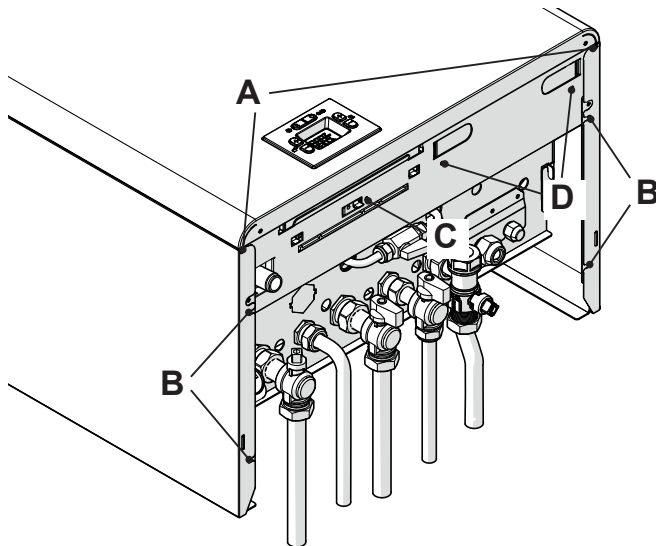
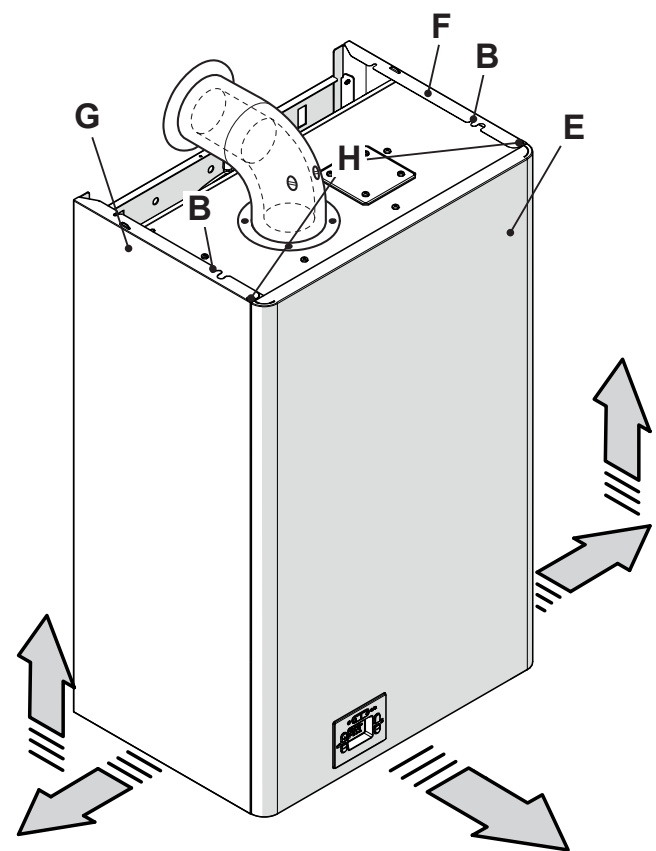

Figura 14.1
Figura 14.2
- Svitare le viti **A** e **H** quindi rimuovere il pannello frontale **E** tirandolo a sé (Figura 14.1 e Figura 14.2).
Allentare la viti **B** in Figura 14.1 e togliere i due pannelli laterali **F** e **G** tirandoli verso l'esterno e quindi spingendoli verso l'alto in modo da liberarli dalle sedi superiori.
- Svitare la vite **C** in (Figura 14.1).
- Svitare le viti **D** in (Figura 14.1).